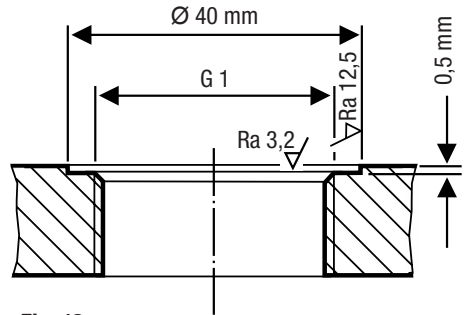

Fig. 12
- Preste atención al mecanizado técnico correcto de las superficies de estanqueidad de la tubuladura roscada del depósito o de la tapa de la brida correspondientes, véase Fig. 12.
Las superficies de estanqueidad deben estar correctamente rectificadas conforme a Fig. 12.